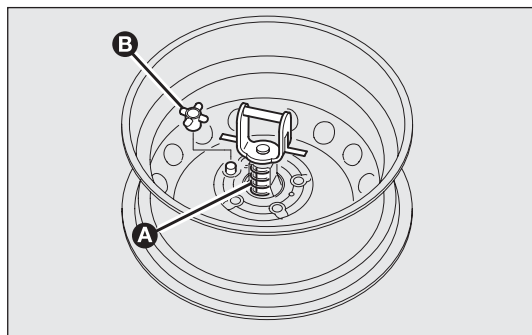

fig. 140
- ❑ fixer l'étrier A-fig. 140 à la jante après l'avoir introduit à travers le trou, insérer l'axe fileté à l'intérieur d'un des trous de vis et bloquer en vissant le pommeau B ;